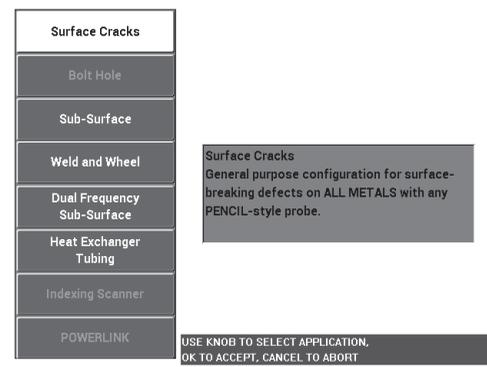

Figura 5-41 Aplicación para grietas superficiales
2. Pulse una sola vez la tecla de menú ADV SETUP (), después, seleccione el parámetro **APPL SELECT** (tecla de función A) para abrir el menú de selección de aplicaciones. Seleccione la opción **Surface Cracks** (grietas superficiales) con la rueda de ajuste y, después, pulse la tecla  para aceptar la selección. Vea la Figura 5-41 en la página 171.